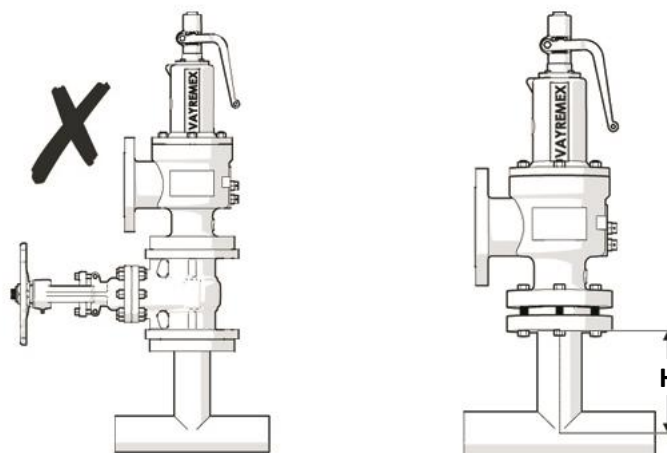

Fig. 7 Consideraciones para la conexión de entrada de la válvula.
3. Cuando la aplicación de la válvula sea en una caldera o generador de vapor no debe instalar ningún tipo de válvula de corte a la entrada o salida de la válvula (Fig. 7), en otras aplicaciones la instalación de válvulas de corte es responsabilidad de quién lo recomienda y lo hará bajo su propia responsabilidad.
4. Si existe una tubería de conexión de entrada, la longitud (**H**) debe ser calculada para que la caída de presión no supere el 3% de la presión de ajuste (Fig. 7) o en su defecto que la válvula no esté muy alejada del equipo/línea a proteger y evitar una caída mayor de presión.